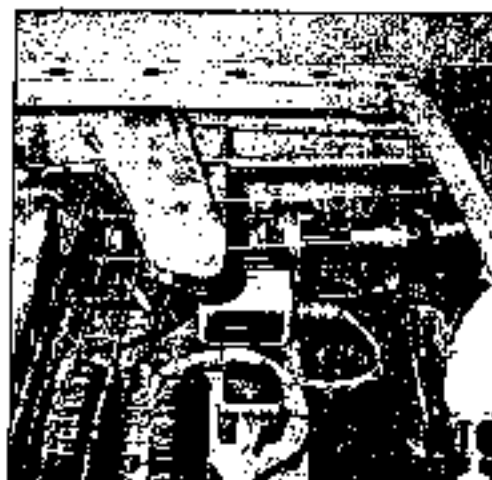

Fig. 5-71 Main actuator
- (4) Main actuator (See Fig. 5-71)